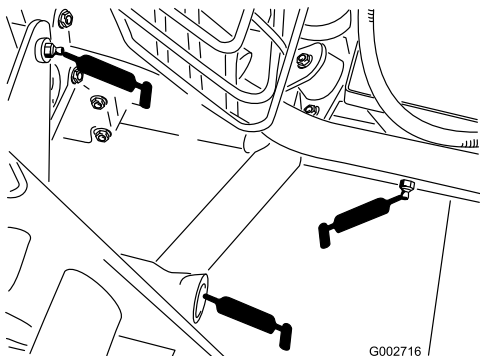

Figura 25
- Engate traseiro (5) (Figura 25)